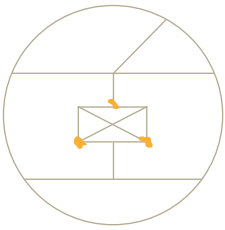

Abb. 15:
- ⚠ Den Kleber an Stirnseite und Unterseite der bereits festgeklebten Feder auftragen, sodass die Stöße verklebt werden. Bis zu 5-10 mm vor jedem Dielenstoß darf kein Kleber aufgetragen werden. Die Bodendielen dürfen nie an den Längsseiten verklebt werden. Siehe Abb. 15.